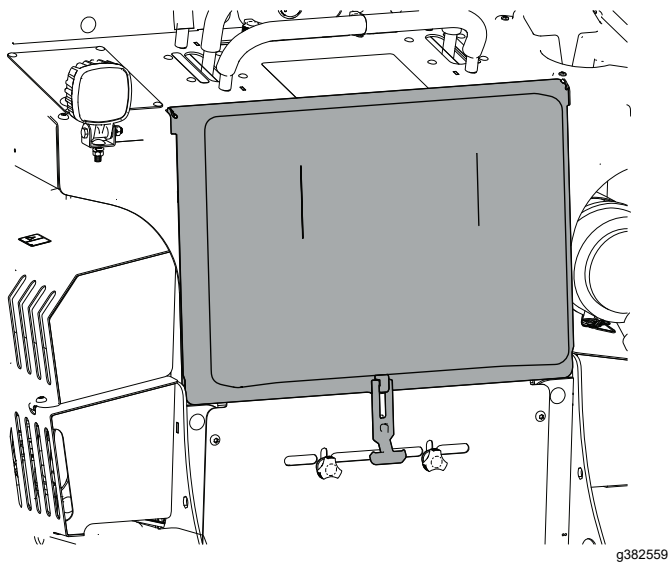

Figura 41
1. Retire el panel acolchado de la plataforma del operador (Figura 41).